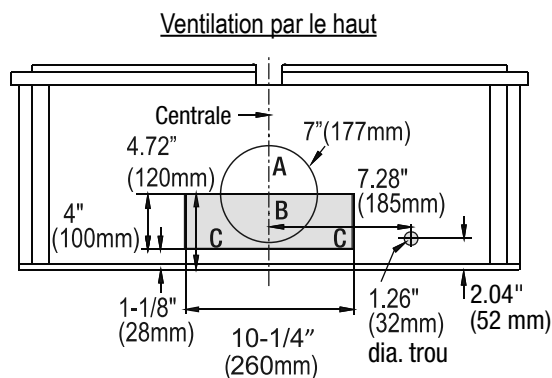
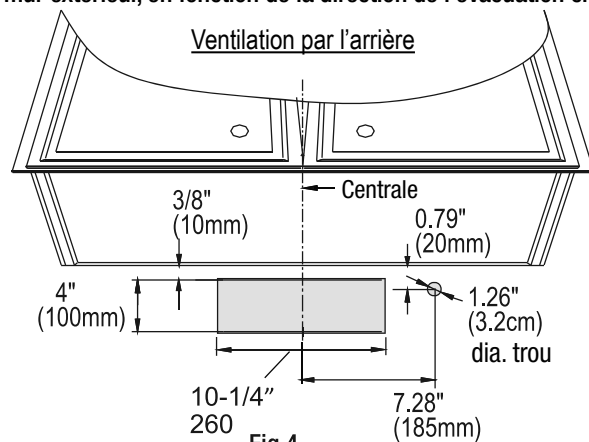

Fig.3
Fig.4
- a. Déterminer si votre système de ventilation existant évacue l'air par le haut ou par l'arrière. Veiller à ce que les ouvertures dans l'armoire ou dans le mur pour le clapet et pour l'accès à l'électricité sont à des endroits appropriés et sont de tailles appropriées. Voir la Fig. 3 si votre ventilation est par le haut ou voir Fig. 4 si elle est par l'arrière. Pour la ventilation par le haut (Fig. 3), si vous utilisez le adaptateur rond, l'ouverture devrait être A et B seulement. Si vous utilisez le clapet rectangulaire, l'ouverture devrait être B et C seulement.